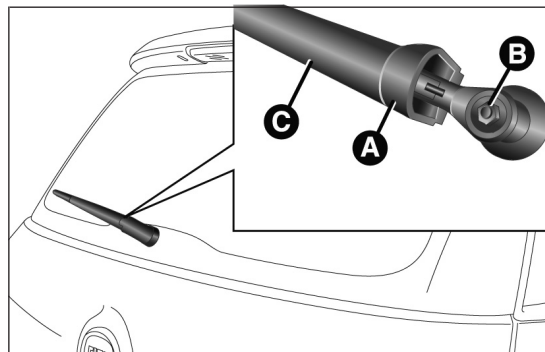

fig. 222
- soulever le couvercle A fig. 222, dévisser l'écrou B et retirer le bras C ;